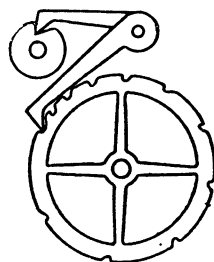

Рис. 61. Счетный круг механизма боя
13. Насадить счетный круг на выступающую квадратную ось добавочного колеса так, чтобы рычаг отсчета находился у среза любого выступа с небольшим зазором (рис. 61). Если этого не удастся добиться при помощи поворота счетного круга на $\frac{1}{4}$ оборота, то необходимо переставить добавочное колесо на один-два зуба. Для этого снимают мост подъемного колеса, а при его отсутствии освобождают и немного приподнимают платину и переставляют добавочное колесо в нужную сторону (колесо предварительно выводят из зацепления с трибом подъемного колеса). Гнуть рычаги отсчета и замыкания нельзя.